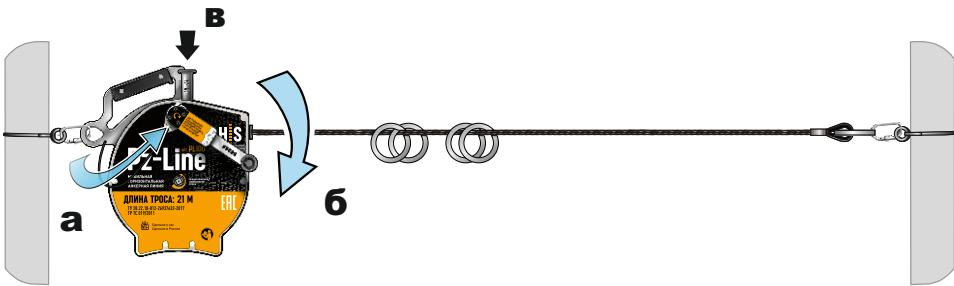

Рис. 24 Демонтаж анкерной линии Pz-Line (часть 1).
1. Ослабить натяжение троса анкерной линии. Для этого следует поставить ручку натяжения троса на верхний штифт (рис. 24а) и слегка надавить на нее по часовой стрелке (рис. 24б), а затем нажать на кнопку блокировки троса (рис. 24в). Бить по кнопке и/или с силой нажимать на нее до ослабления троса ручкой натяжения запрещено!